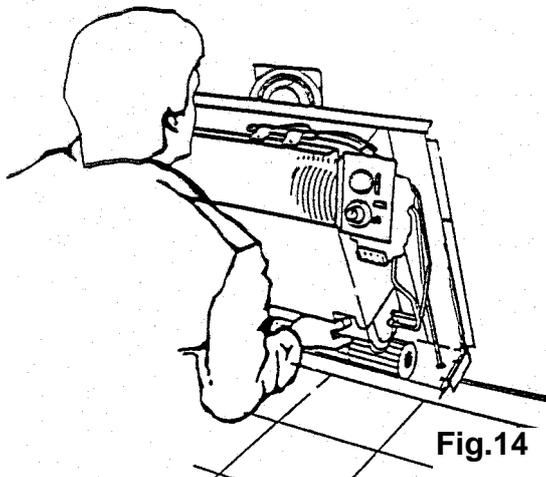
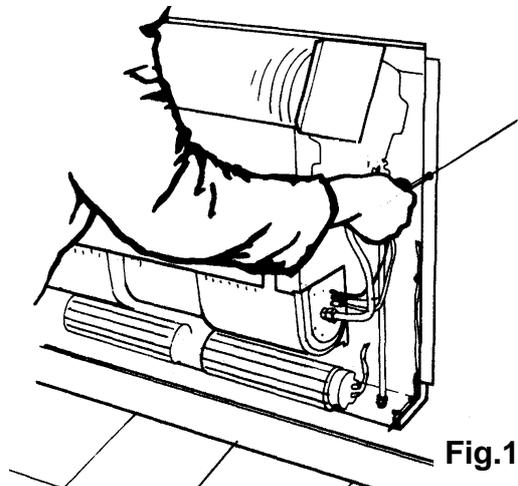

Fig.14
Fig.15
- 4.9 Dopo essersi accertati di aver eseguito correttamente tutte le operazioni precedenti, è il momento di collocare il radiatore sulla parete. Togliere il mantello dall'imballaggio. Estrarre il corpo radiatore, ed appoggiare la parte inferiore dello stesso, alla parte della mascherina fissata sul muro. Accostarlo alla stessa facendo imboccare il tronchetto di scarico dello scambiatore al tubo centrale della tubazione a muro. Serrare il tubo con le 2 viti di 5 MA fissate alla staffa (la guarnizione montata sulla flangia della tubazione deve risultare completamente schiacciata contro la camera di fondo del radiatore (in caso contrario il circuito non sarebbe più a tenuta stagna, causando ovviamente situazioni di pericolo o malfunzionamento). (Fig. 14 e Fig. 15).